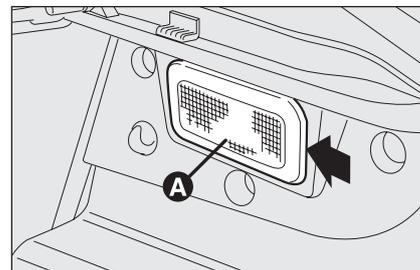

fig. 42
- estrarre la plafoniera **A-fig. 42** fa-